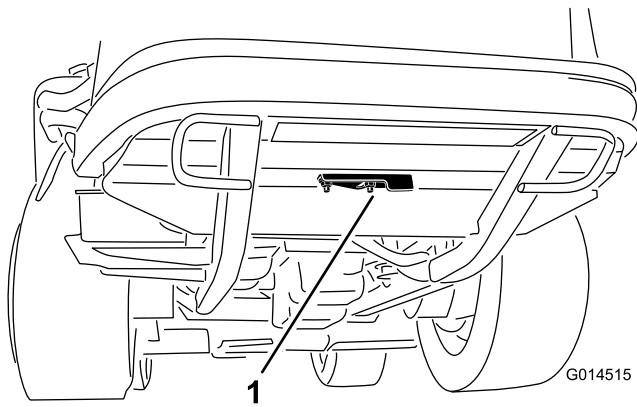

Figure 43
2. Desserrez l'écrou à embase qui fixe le couvercle de nettoyage à la face inférieure du cadre arrière (Figure 43). Faites pivoter le couvercle sur le côté pour exposer le trou de nettoyage dans le cadre.